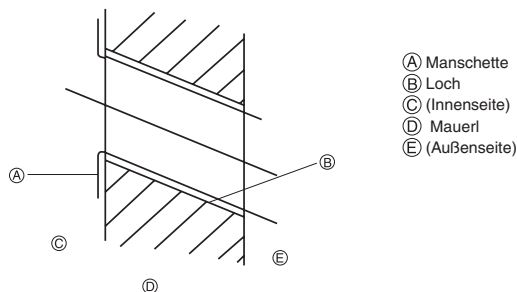

Fig. 3-2
3.1.2. Die Löcher für die Rohrleitung bohren (Fig. 3-2)